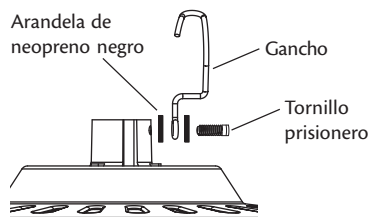

Figura 14 - Instalación del tornillo prisionero para un montaje de bajo perfil
4. Ponga el tornillo prisionero, retirado previamente, a través de las dos arandelas negras de neopreno y del gancho, como se muestra en la Figura 14. El gancho se debe instalar con la misma orientación que se muestra en la Figura 14.
5. Vuelva a instalar el tornillo prisionero en el adaptador, como se muestra en la Figura 14.